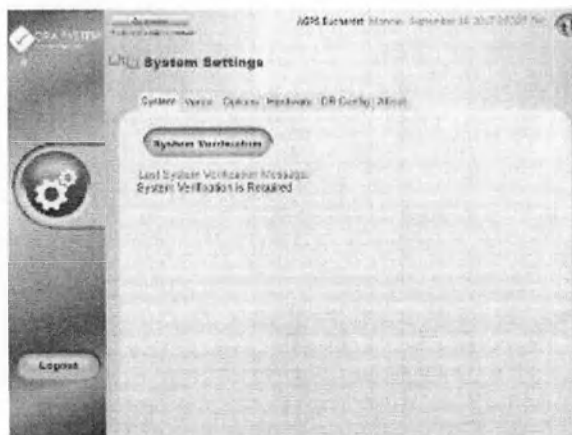

Рисунок 145. Верификация системы ORA
- Запустите верификацию системы ORA, нажав кнопку с надписью **System Verification (Верификация системы)** (Рисунок 145) на мобильной платформе ORA.